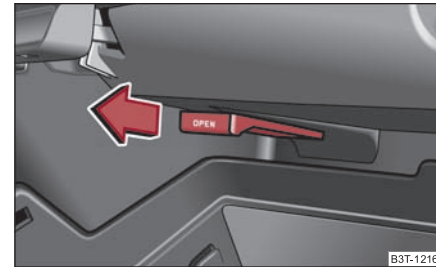

Fig. 108 Torpedoul: Răcirea
- Admisia aerului se deschide trăgând maneta în sensul indicat de săgeată ⇒ fig. 108.